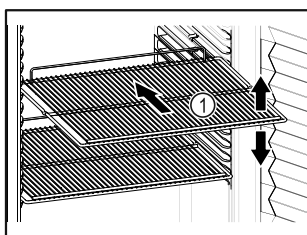

Fig. 59 Beispielhafte Darstellung
- ☐ Wenn Abstellroste Fig. 59 (1) versetzbar sind, je nach Höhe anpassen.